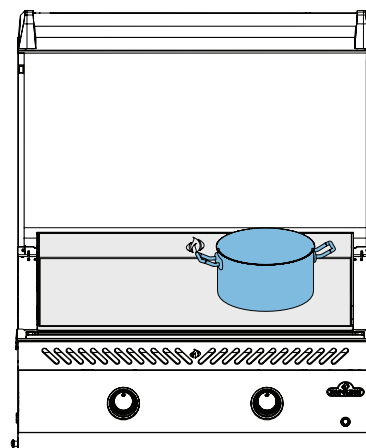

Fig. 3
- Use la plancha para derretir o calentar salsas. Coloque ollas o sartenes a un lado sobre fuego bajo a medio. (Fig. 3)